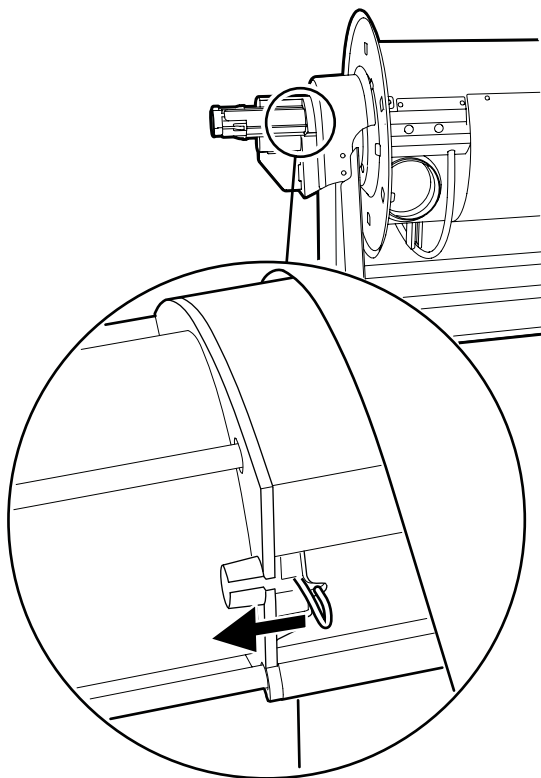

Fig. 5
Se Fig. 5.
2. Frikoppla motorn, se Fig. 5.